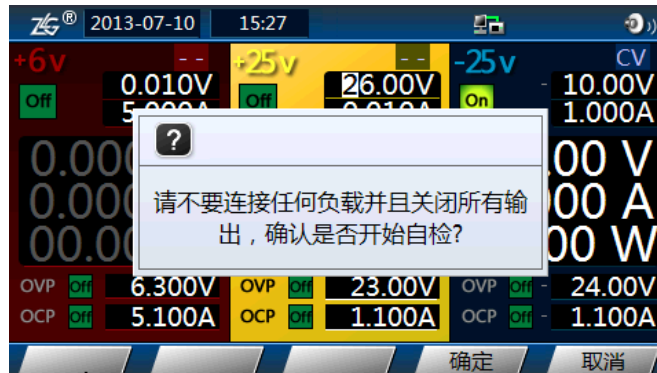

图 6.6 自检前关闭所有输出
- ② 检查连接。按下“开始自检”，弹出如图 6.6 所示的对话框提示 DCP8325L 的电源输出端口和电子负载输入端口不能有任何连接，用户确认后按下“确定”。